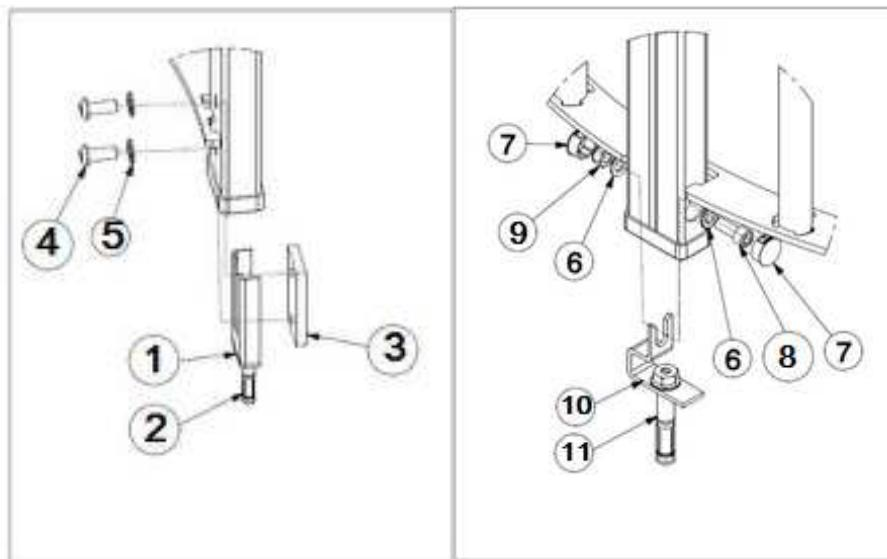

Рис. 8. Крепление неподвижной панели ограждения
4.2.9. Закрепите неподвижную панель ограждения турникета, используя скобы 1 и 10 ,болты анкеров 2 и 11 M12 (рис. 8), закрутив их в соответствующие анкеры, используя ключ 19 мм.